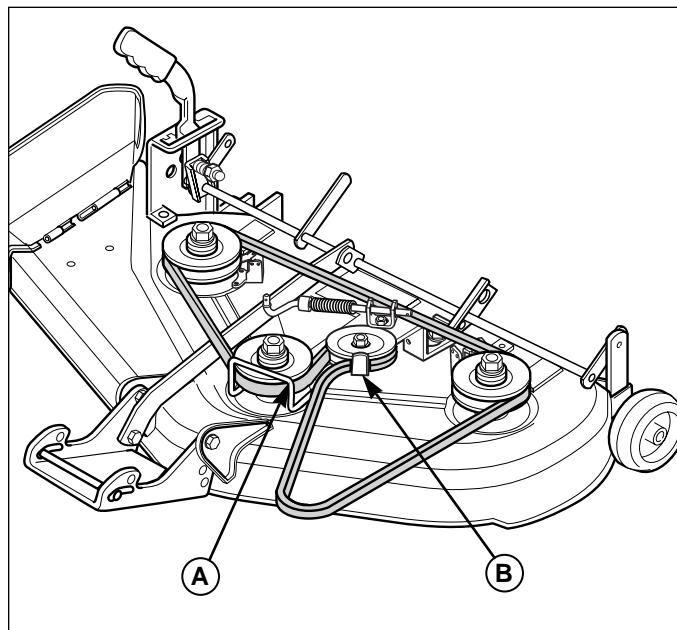

Figure 40. Cheminement de courroie de la tondeuse – Tondeuse de 112 cm
4. Desserrer les écrous de fixation d'arceau de blocage de la courroie (A, Figure 40).
5. Noter l'emplacement du guide de courroie du galet tendeur (B). Desserrer la vis à tête du galet tendeur.
6. Retirer l'ancienne courroie des poulies et installer la neuve, comme illustré à la Figure 40.
7. Serrer le boulonnage d'arceau de blocage de la courroie (A).
9. Faire tourner le guide de courroie du galet tendeur (B) dans le sens horaire jusqu'à ce qu'il touche le bras de renvoi. Serrer la vis à tête du galet tendeur.